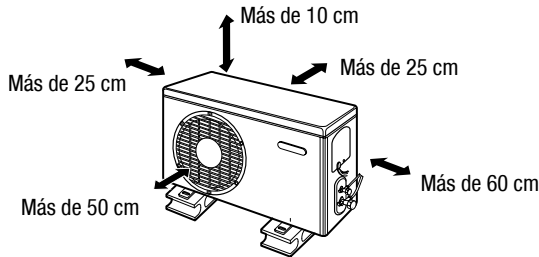

ilustración 25
- Asegúrese que la separación en la parte posterior sea de más de 25 cm, y el del lado izquierdo sea de más de 25 cm. El frente de la unidad debe estar a más de 50 cm de separación y el lado de la conexión (derecha) debe estar a más de 60 cm de separación. (Ilustración 25)